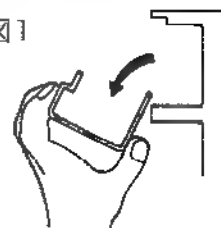

図2
- ③照明カバーの上下をはさむようにして手前にゆっくり回転させて外してください。（図2）